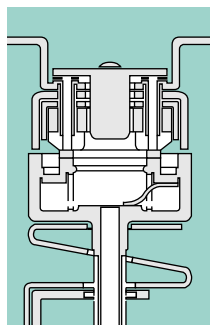

Abb. 2
■ Die Trennung des Hauptstromkreises erfolgt durch die Trennung der Hauptkontakte (Abb. 2), wobei die Lichtbogenkontakte noch geschlossen bleiben. Der Strom fließt durch die Spule, die Lichtbogenkontakte und die flexible Verbindung.